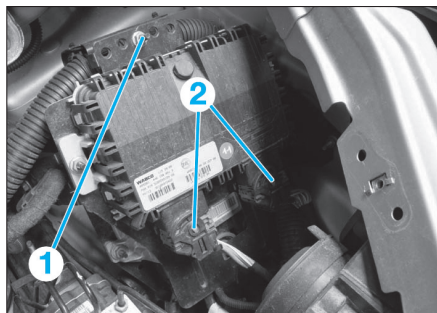

Fig. 26
- Déposer les deux écrous (1) (Fig.26).
- Débrancher les deux connecteurs (2) du calculateur de suspension pneumatique.